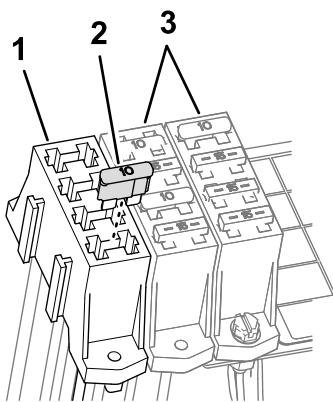

Figura 20
- Instale el fusible en el zócalo situado en el bloque de fusibles auxiliar (Figura 20).